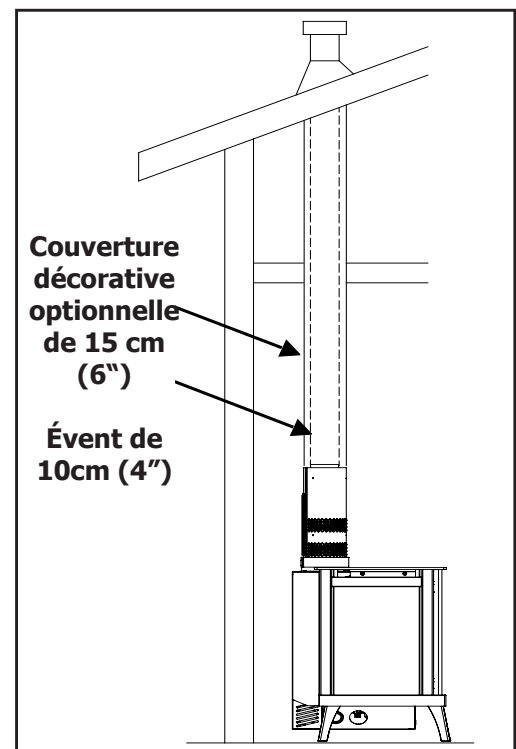

Figure 42: Configuration du B-Vent
**Remarque:** Veuillez vous référer aux instructions d'installation du fabricant de la cheminée avant de commencer l'installation. Cet appareil peut être ventilé vers une cheminée de maçonnerie existante, ou lorsqu'aucune cheminée de maçonnerie n'est disponible, une cheminée «B-évent» approuvée, ou tout autre système de cheminée / évacuation construit approuvé (voir Figure 42). Dans les deux cas, le foyer doit être raccordé à la cheminée / à l'évent à l'aide d'un conduit d'évacuation flexible à paroi simple de 4 "(10 cm).